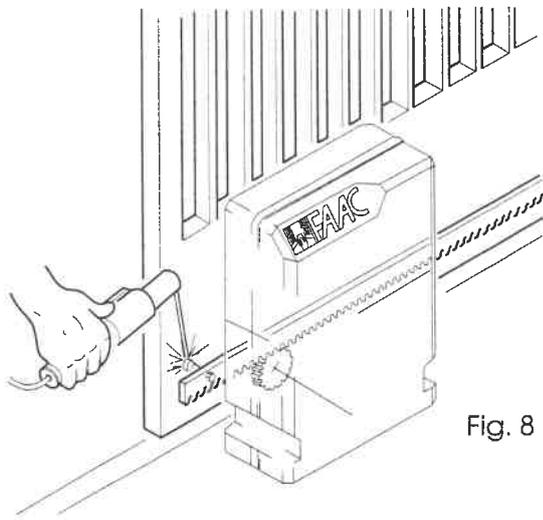

Fig. 8
- 6) Appoggiare sul pignone il primo elemento di cremagliera (Fig. 8) e saldare al cancello i tre distanziali facendo scorrere l'anta.